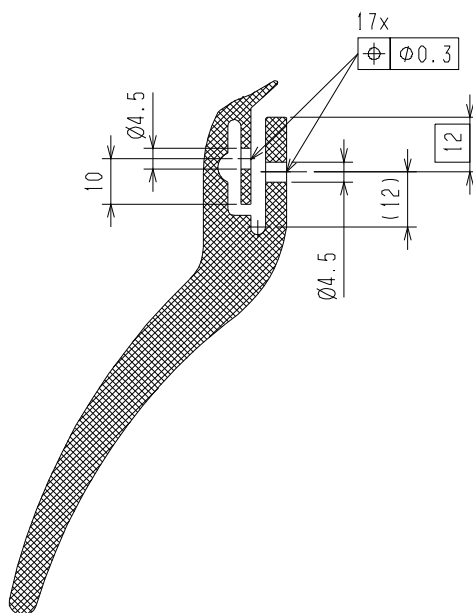

Figura 26: Fijación de la junta cubrehuecos
- Practicar los taladros en la junta cubrehuecos según Figura 26. Siguiente orden de trabajo a tener en cuenta:
- Traspasar el trazado de la pared lateral y la cota de altura de la Figura 26 al perfil labial externo.
- Traspasar el trazado y la dimensión de la altura, según la Figura 26, al perfil labial interno.